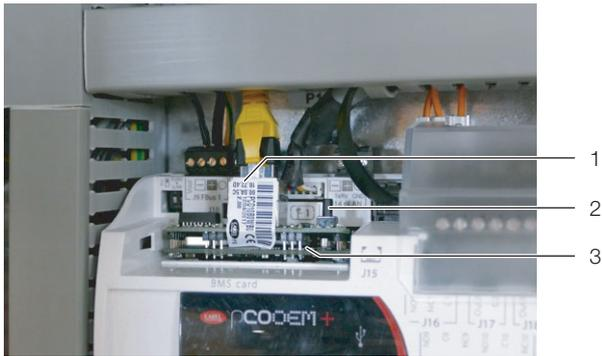

Abb. 38: pCO Web Karte
- Drücken Sie bzw. ggf. eine zweite Person die „Reset“-Taste (Abb. 38, Pos. 2) und halten Sie sie während des Bootvorgangs der Karte für ca. 20 Sekunden gedrückt, bis die Status-LED dreimal langsam blinkt.